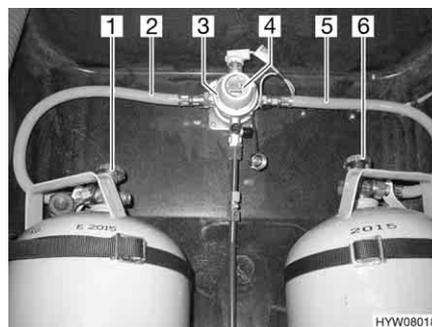
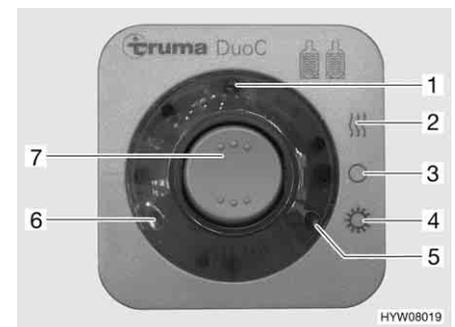

Fig. 114 Instalación de conmutación DuoControl
Fig. 115 Unidad de mando
La instalación de conmutación DuoControl se compone de una válvula selectora (Fig. 114,3) y la unidad de mando (Fig. 115). La válvula selectora está montada entre las gomas del gas (Fig. 114,2 y 5). Con el botón giratorio
(Fig. 114,4) en la válvula selectora se puede determinar cuál de las bombonas de gas se utilizará como bombona de servicio y cuál bombona de gas como bombona de reserva.
En la unidad de mando (Fig. 115) únicamente pueden conmutarse las funciones eléctricas. Las llaves de paso principales de las bombonas de gas (Fig. 114,1 y 6) deben abrirse a mano.
La válvula selectora garantiza una presión de gas constante independientemente de cuál sea la bombona de gas que suministre el gas. Las dos luces de control en la unidad de mando indican el nivel de llenado de la bombona de servicio. Al estar encendida la luz de control verde (Fig. 115,6), estará llena la bombona de servicio. Al estar encendida la luz de control roja (Fig. 115,5), estará vacía la bombona de servicio. Entonces, el suministro de gas se realizará a través de la bombona de reserva.
- Abrir las llaves de paso principales en las bombonas de gas (Fig. 114,1 y 6).
- Con el botón giratorio (Fig. 114,4) en la válvula selectora (Fig. 114,3), seleccionar la bombona de gas de la que habrá de tomarse el gas principalmente (bombona de servicio). Girar el botón giratorio siempre hasta el tope.
- Conectar la instalación de conmutación DuoControl en la unidad de mando (Fig. 115). Para ello, ajustar el interruptor basculante (Fig. 115,7) en modo de invierno "On y calentar" (Fig. 115,2) o en modo de verano "On" (Fig. 115,4). Ahora, estará purgada de aire la válvula selectora. La luz de control amarilla (Fig. 115,1) estará encendida al haber seleccionado el modo de invierno y estando conectado el deshelador de regulador.
- Poner el interruptor basculante (Fig. 115,7) en "O" (Fig. 115,3). La luz de control amarilla (Fig. 115,1) se apaga.
- Cerrar las llaves de paso principales en las bombonas de gas (Fig. 114,1 y 6).
Las luces de control en la unidad de mando (Fig. 115,5 y 6) señalizan en el interior del vehículo si la bombona de servicio está dispuesta para el funcionamiento.
En caso de que luz de control verde (Fig. 115,6) se apague durante el servicio y se encienda la luz de control roja (Fig. 115,5), estará vacía la bombona de gas seleccionada como bombona de servicio y deberá ser cambiada. La bombona de reserva seguirá suministrando gas a los consumidores de gas.